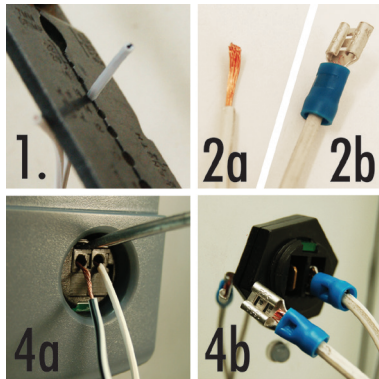

Fig.4 Raccordement du système basse tension.
2. Reportez-vous à la figure 4 pour obtenir une aide visuelle :